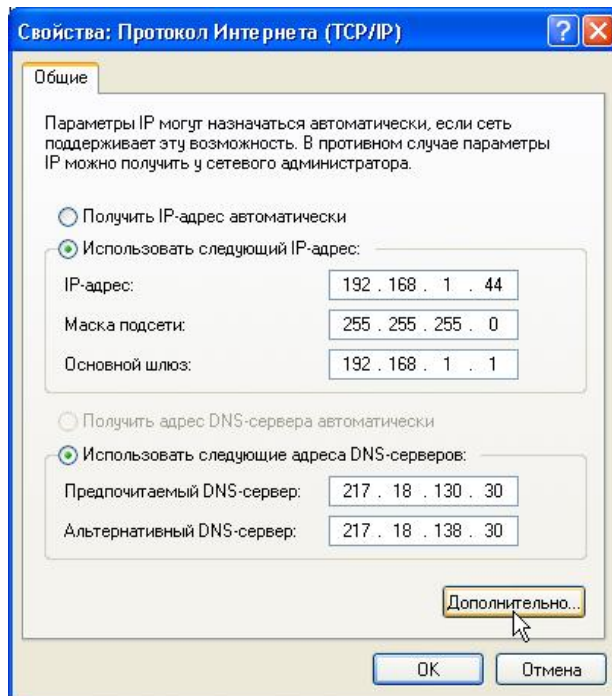

Рис. 4.8.5. Настройка параметров протокола TCP/IP
- ü Укажите IP-адрес, маску подсети, основной шлюз и другие требуемые параметры (рис. 4.8.5). Нажмите кнопку *Дополнительно*.